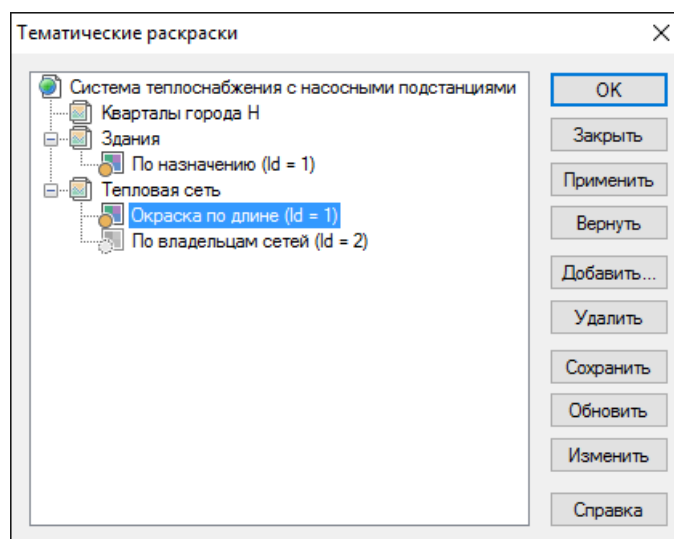

Рисунок 22.8. Подключение тематической раскраски
1. Выбрать пункт меню Карта|Тема|Подключить. Откроется окно Тематические раскраски, (Рисунок 22.8, «Подключение тематической раскраски»).